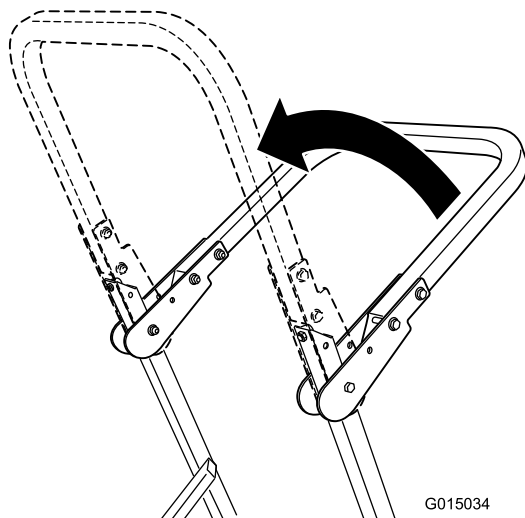

Bild 2
2. Stellen Sie den Überrollbügel in die aufrechte Position (Bild 2).